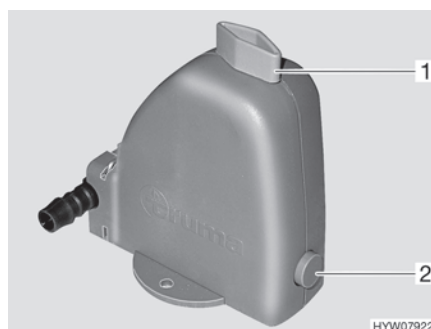

Fig. 124 Válvula de seguridad/purga
La calefacción está equipada con una válvula de seguridad/purga (Fig. 124). La válvula de seguridad/purga evita que el agua para la preparación de agua caliente se congele cuando no esté conectada la calefacción en caso de congelación.
- Cerrar la válvula de seguridad/purga. Para ello, girar el botón giratorio (Fig. 124,1) a la posición transversal en referencia a la válvula de seguridad/purga y hundir el botón (Fig. 124,2).
- Abrir la válvula de seguridad/purga. Para ello, girar el botón giratorio (Fig. 124,1) a la posición longitudinal en referencia a la válvula de seguridad/purga. El botón (Fig. 124,2) salta hacia fuera. El depósito de agua sanitaria se vacía hacia fuera a través de la válvula de seguridad/purga.